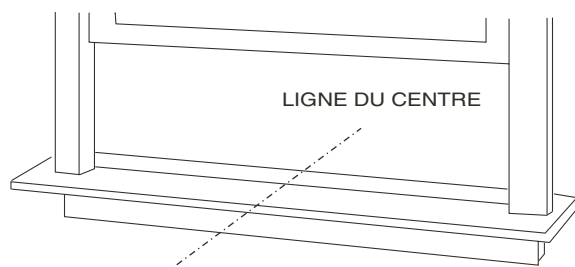
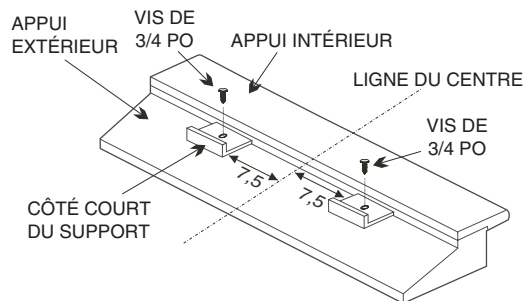

FIGURE 5 — DÉTERMINATION DU CENTRE DU CHÂSSIS
FIGURE 6 — INSTALLATION DES SUPPORTS EN « L »
7. Mesurez la largeur de l'appui intérieur de la fenêtre et faites une marque au centre. Consultez la Figure 5. À partir du centre, mesurez 19 cm ($7\frac{1}{2}$ po) des deux côtés et faites une marque sur l'appui de la fenêtre aux deux endroits déterminés. Installez les deux supports en « L » sur l'appui de la fenêtre à l'aide des vis de $\frac{3}{4}$ po (1,875 cm) (comprises). Consultez la Figure 6. Les supports en « L » tiendront le bas du caisson du climatiseur dans la bonne position après l'installation. Vérifiez que les supports sont dans la bonne position avant de procéder à l'installation.